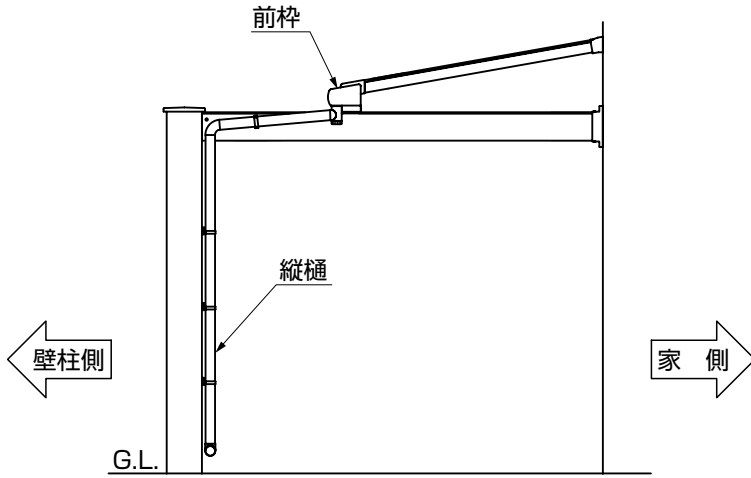
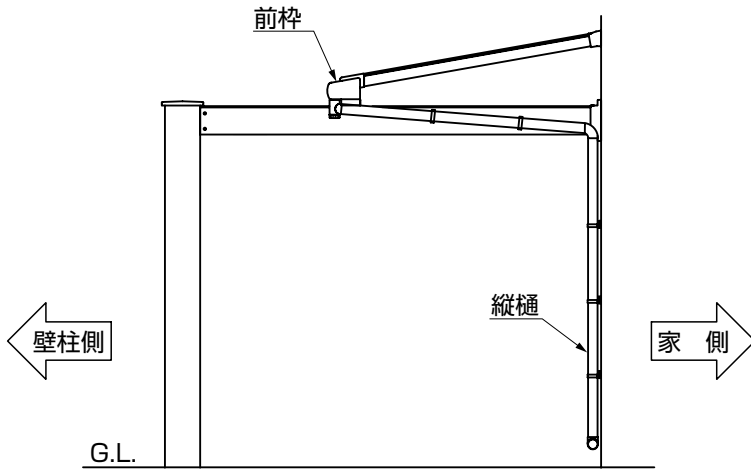

図4-1 壁側の場合
図4-2 家側の場合
①縦樋は、図4-1、図4-2のように壁柱側または、家側へ取付けてください。